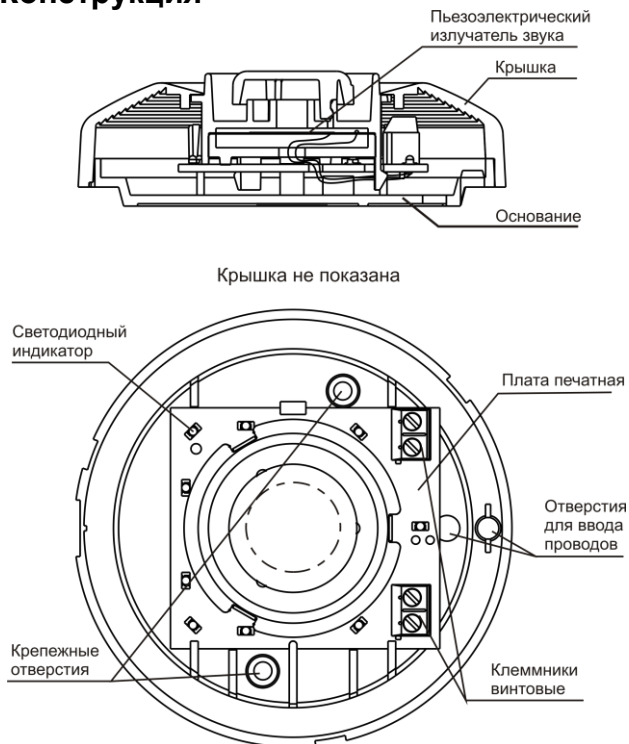

Рисунок 1
Оповещатель состоит из основания, печатной платы с радиоэлементами и крышки (рисунок 1).
- в)** провести провода от источника питания через отверстие для ввода проводов в основании оповещателя (рисунок 1). Имеется возможность выдавливания в основании второго отверстия для ввода проводов;